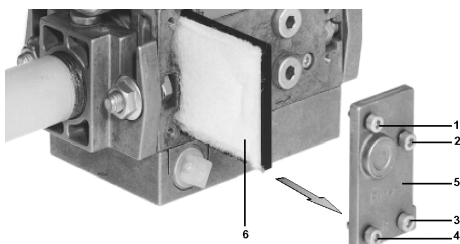

Fig. 18
- 2 Desenroscar los tornillos 1, 2, 3, 4 con la llave de macho hexagonal núm. 3, y retirar la tapa del filtro 5 (Fig. 18).